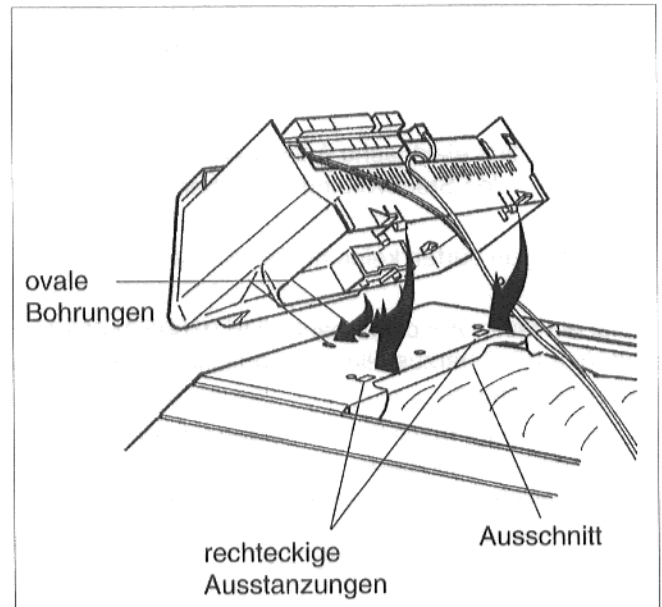

Abb. 26
- Regelgerät auf die vordere Haube so aufsetzen, daß die Einschiebehaken auf der Unterseite des Regelgerätes vorn in die ovalen Bohrungen eingeführt werden (Abb. 26).
- Regelgerät nach vorne ziehen und dann hinten herunterdrücken bis die beiden elastischen Haken in den hinteren rechteckigen Ausstanzungen einrasten (Abb. 26).
- Kapillarrohre und Kesselwassertemperaturfühlerleitung in den Ausschnitt in der vorderen Kesselhaube legen (Abb. 26).